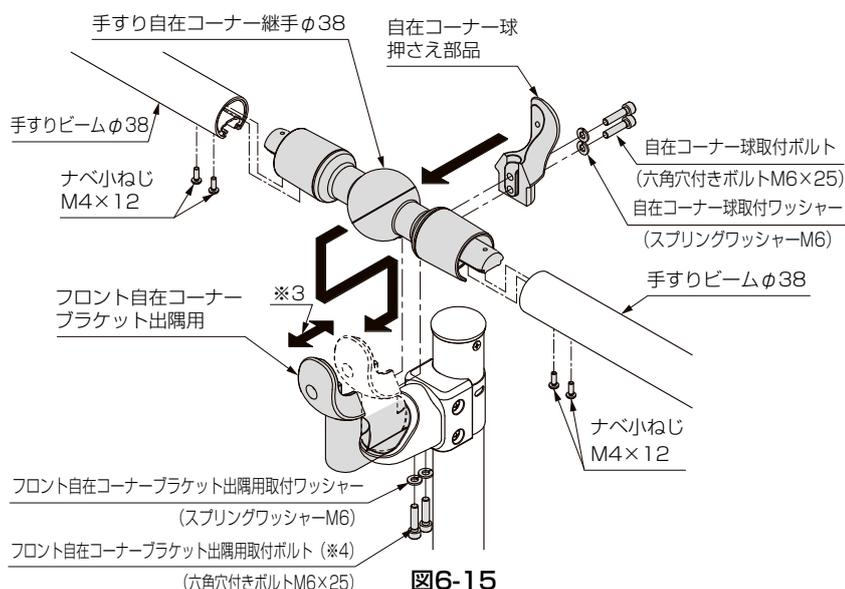

図6-15
- ①図6-15のようにして、自在コーナー球押さえ部品で手すり自在コーナー継手φ38を取付けてください。
- ②自在コーナー継手に手すりビームφ38をねじ止めしてください。